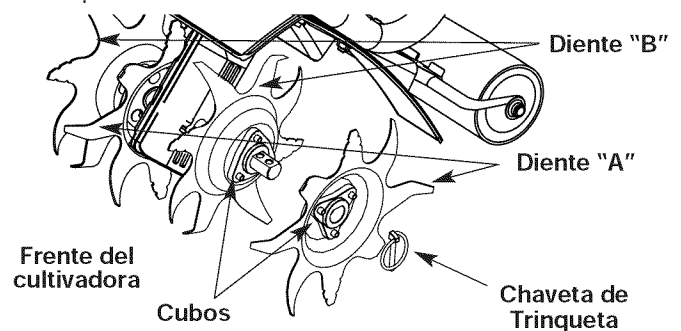

Fig. 12a
1. Coloque el control de encendido y apagado en la posición de APAGADO (O) y desconecte el cable de la bujía de encendido.
2. Saque las presillas del pasador de la horquilla y los pasadores de la horquilla (Fig. 12a).